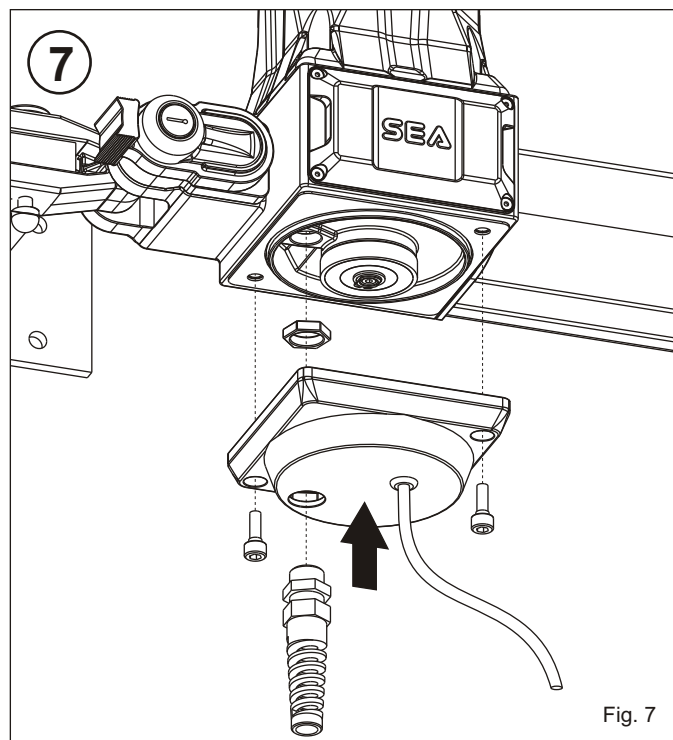

Fig. 7
- I** 7) Fissare il nuovo coperchio inferiore assemblato con le stesse viti esistenti (Fig. 7).
- F** 7) Fixer le nouveau couvercle inférieur assemblé avec le même vis existantes (Fig. 7).
- D** 7) Den neuen und zusammengesetzten unteren Deckel mit den bestehenden Schrauben befestigen (Abb.7).